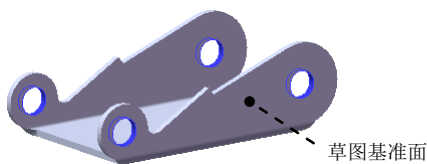

图 16.3.8 切除—拉伸 1
- (4) 单击对话框中的 按钮，完成镜像 1 的创建。
Step5. 创建图 16.3.8 所示的切除—拉伸 1。
- (1) 选择命令。选择下拉菜单 **插入(I)** → **切除(C)** → **拉伸(E)...** 命令。
- (2) 定义特征的横断面草图。
- ① 定义草图基准面。选取图 16.3.8 所示的表面作为草图基准面。